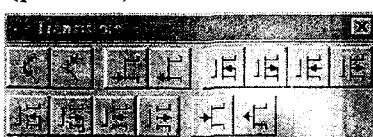

Рис. 1.4
*Transistor*  – поле компонент, в якому зібрано транзистори різних типів (рис. 1.4).